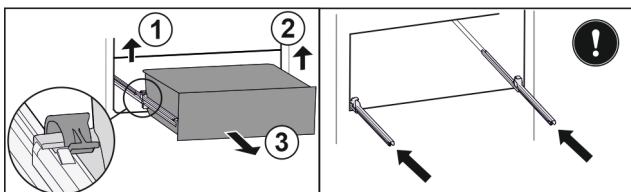

Fig. 152
- ▶ Podignite lijevu stezaljku i istovremeno izvucite ladicu lijevo prema naprijed. Fig. 152 (1)
- ▶ Podignite desnu stezaljku i istovremeno izvucite ladicu desno prema naprijed. Fig. 152 (2)
- ▶ Izvadite ladicu prema naprijed. Fig. 152 (3)